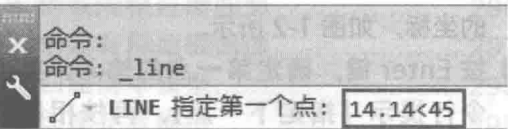

图 1-4 输入 A 点的绝对极坐标
- ① 选择【文件】|【新建】选项，新建一个空白文件。
- ② 在【默认】选项卡中，单击【绘图】面板中的【直线】按钮, 执行直线命令。
- ③ 输入 A 点。命令行出现【指定第一点】的提示，直接在其后输入 14.14<45，即 A 点的绝对极坐标，如图 1-4 所示。